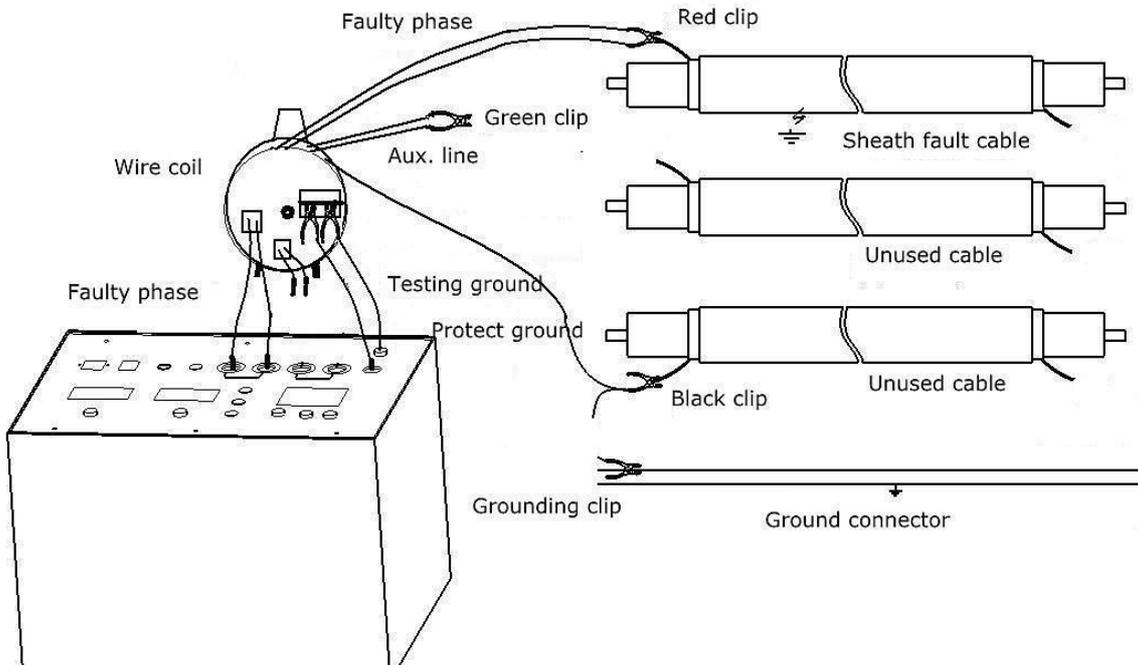

Рис. 20 Точная проводка позиционирования
5.2.1 Соединительная линия при позиционировании см. Рис. 20 ниже